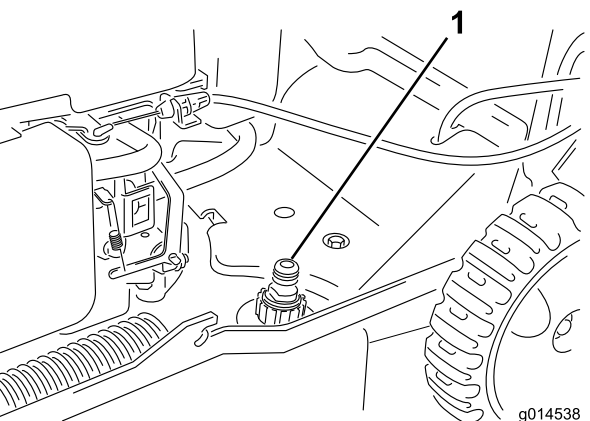

Figure 27
3. Branchez un tuyau d'arrosage, relié à une arrivée d'eau, à l'embout de lavage (Figure 27).